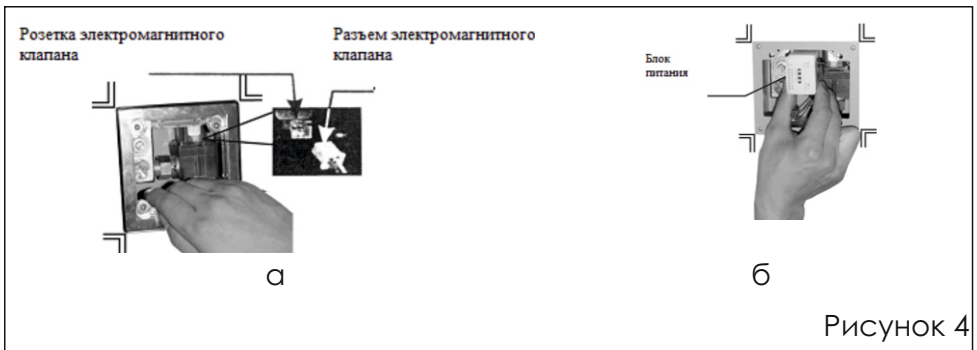

Рисунок 4
7. Подключите разъем клапана к розетке электромагнитного клапана (Рисунок 4.а).
8. Вставьте блок питания в металлический контейнер (Рисунок 4.б).